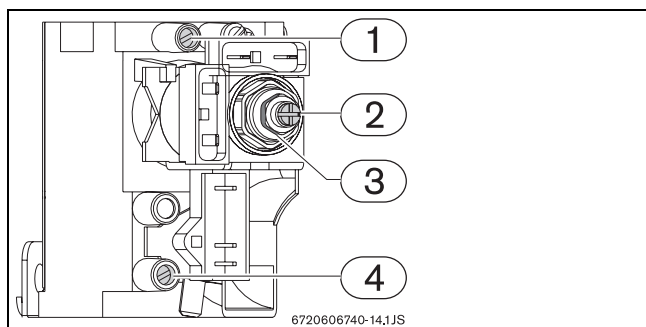

Fig. 15 Punti di controllo/regolazione gas
- ▶ Con una chiave di misura corrispondente, ruotare il dado (→Fig. 15, pos. 3).
- ▶ Tenere fermo il dado (→Fig. 15, pos. 3) con una chiave di misura corrispondente.
- ▶ Con un cacciavite **non magnetico** ruotare la vite (→Fig. 15, pos. 2).